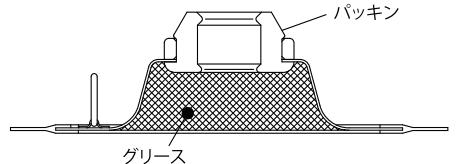

Fig. 2
- ・ご購入後、はじめてフォロープレート組立を使用するときは、あらかじめプレートの裏側のへこみ部分にグリースを詰めておくと作業が早く簡単です。(Fig. 2)